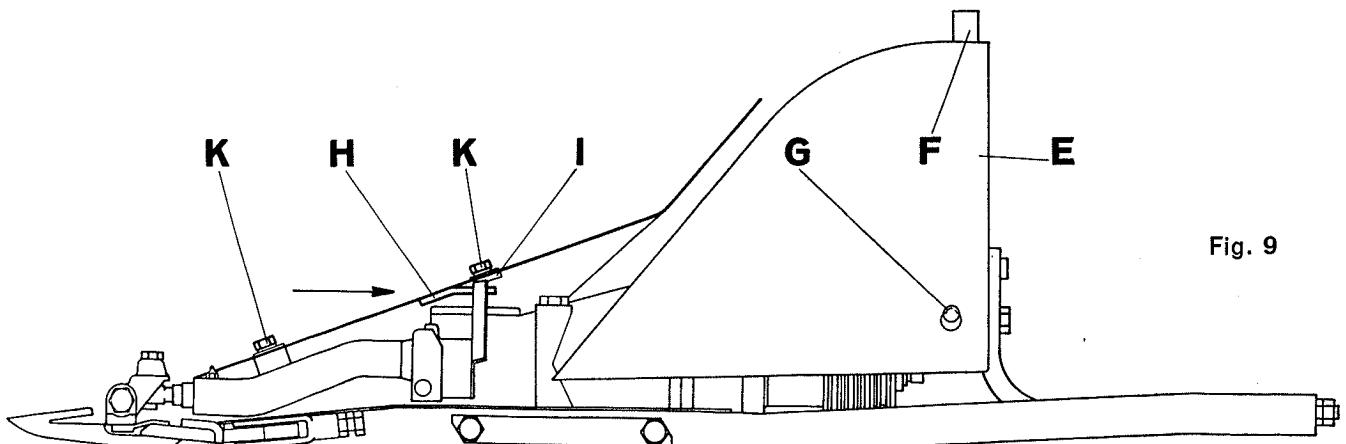

Fig. 9
6. Keilriemenverdeck (Fig. 9)
6. Protection des courroies trapézoïdales (fig. 9)
6. Protezione delle cinghie trapezoidali (fig. 9)
7. Swinger (Fig. 9)
7. Oscilleur (fig. 9)
7. Oscillatore (fig. 9)